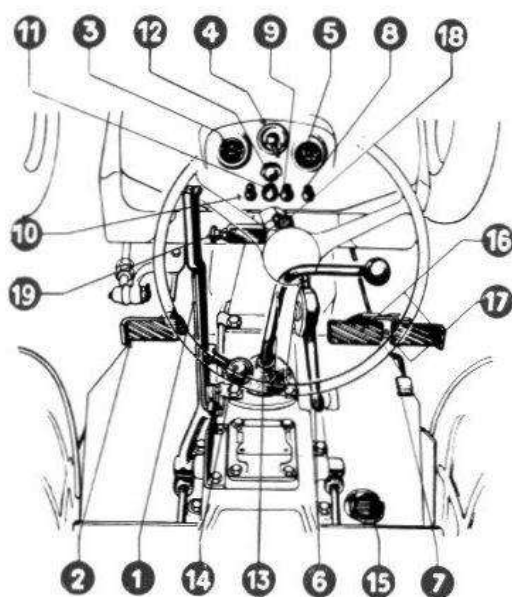

Fig. 10.
1° S'assurer que le levier de prise constante, rep. 14, fig. 10, est au point mort, ainsi que le levier du changement de vitesses, rep. 13, fig. 10. Vérifier également que le frein à main, rep. 1, fig. 10, est bien serré.
- 2° Lever le rideau de radiateur en tirant au maximum sur la patte (rep. 18, fig. 10). Des crans sont prévus sur la colonne de direction qui permettent de maintenir le rideau à des hauteurs différentes en fonction de la température extérieure et de la charge imposée au moteur.
- 3° Amener l'accélérateur, rep. 6, fig. 10, aux trois quarts de sa course.
- 5° Tirer à fond le bouton de contact, rep. 9, fig. 10, et contrôler si le voyant, rep. 11, fig. 10, est allumé : le contact est alors réalisé.
- 6° Pousser le bouton de commande du démarreur, rep. 10, fig. 10. Dès la mise en route du moteur, lâcher rapidement ce bouton qui doit revenir à sa position initiale.
- 1° Pousser et maintenir à fond la pédale d'embrayage, (rep. 2, fig. 10).
En fonction de la vitesse d'avancement choisie, il y a lieu de jouer différemment sur le levier de prise constante (rep. 14, fig. 10) et sur le levier de changement de vitesses (rep. 13, fig. 10).
- 3° Amener l'accélérateur à main (rep. 6, fig. 10), à mi-course.
- 4° Embrayer lentement, après avoir desserrer le frein à main (rep. 1, fig. 10). Pour permettre un desserrage plus facile de celui-ci, il est recommandé d'appuyer à fond sur les deux pédales de frein à pied (rep. 16, fig. 10).
Un accélérateur au pied (rep. 7, fig. 10) conjugué avec la manette, **est exclusivement réservé pour le transport sur route.**
- 1° Débrayer en poussant à fond vers l'avant, la pédale (rep. 2, fig. 10).
1° Pousser le levier de l'accélérateur à main (rep. 6, fig. 10) vers l'avant, puis de la pointe du pied soulever au maximum la pédale d'accélérateur (rep. 3, fig. 8).
2° Couper le contact en poussant à fond le bouton (rep. 9, fig. 10).